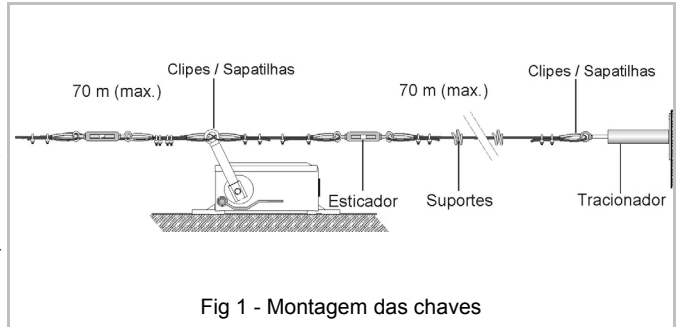
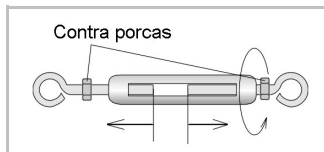

Fig 1 - Montagem das chaves
Fig 2 - Abrir esticador
2.1 Fixar os tracionadores, suportes de cabos e as chaves de emergência na estrutura do transportador conforme (fig.1).
2.2 Abrir os esticadores (fig. 2), girando o corpo central e mantendo fixas as alças. Esta abertura permitirá o ajuste fino de tensão no cabo.
2.6 Destruar a chave. Neste momento, a alavanca deve ficar aproximadamente na posição vertical (como no diagrama da fig. 1). Para fazer o ajuste fino de posição da alavanca, feche um dos esticadores, girando o seu corpo no sentido inverso ao indicado na fig.2 até que a alavanca da chave fique na posição vertical. Se necessário, ajuste o outro esticador. Neste momento, os eixos dos tracionadores estão em uma posição tal que a 1ª marca estará visível e próxima ao corpo do tracionador (<10 mm).